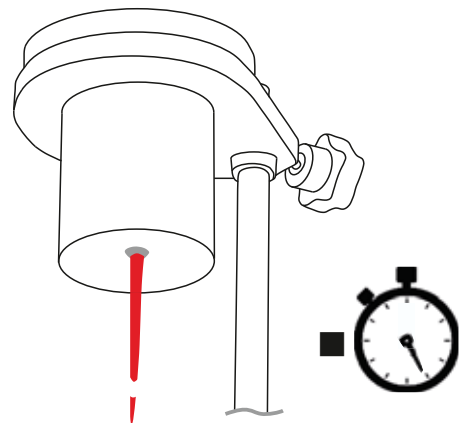

图 5
- 8 注视从孔流动的液体, 当流动第一次打破停止秒表^a (图5).